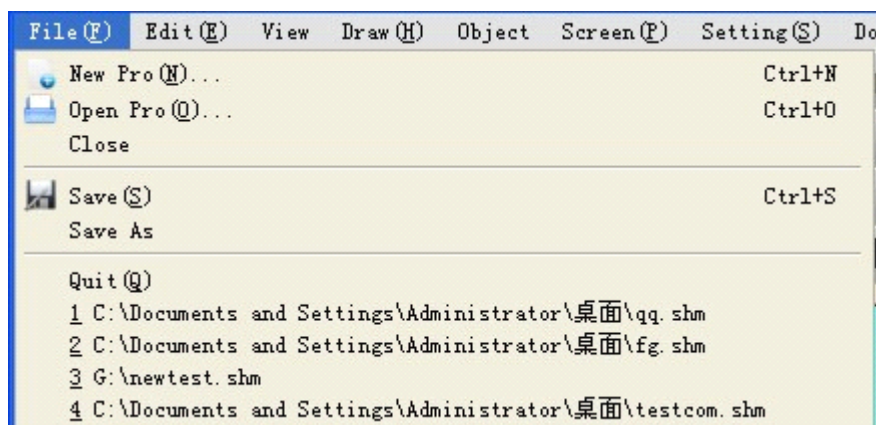

Рисунок2-29: Меню “File”
Меню «File» включает такие опции, как «New Project (N)», «Open Project (O)», «Close(C)», «Save(S)», «Save As» и «Quit (Q)». Серые опции показывают, что соответствующая операция недопустима в текущих условиях. Для открытия меню «File», щелкните на кнопку «File (F)» в левом верхнем углу экрана, появится выпадающее меню. Смотрите рисунок 2-29.